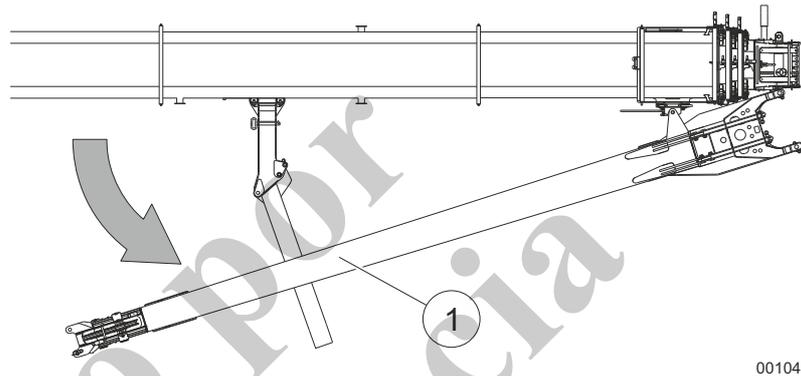

Fig. 217 Desempernado de la rampa
- 13 Use el cable para tirar de la pluma de extremo (1, Fig. 217) hasta que las aberturas de empernado del lado derecho de la pluma de extremo queden alineadas con las de la pluma telescópica.